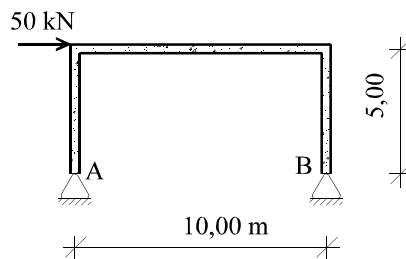

Figura 18
18) El pórtico de la figura 18 es de rigidez EI constante y se desprecian en él las deformaciones por esfuerzo axial. Se pide dibujar un croquis con las reacciones en el apoyo A acotadas en magnitud y sentido.